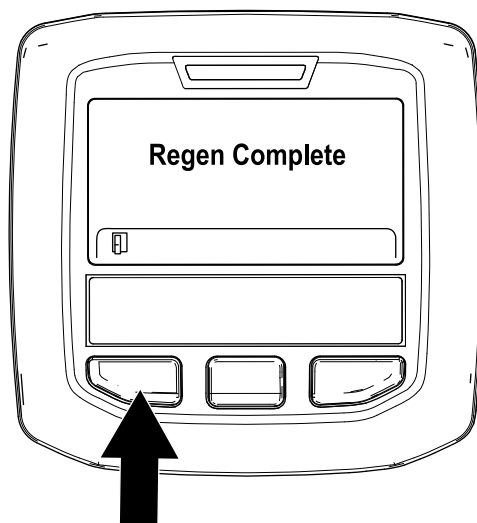

Figura 41
9. La rigenerazione parcheggiata è completa quando nell'InfoCenter appare il messaggio "Rigen. completa". Premete il pulsante sinistro per uscire e tornare alla schermata Home (Figura 41).